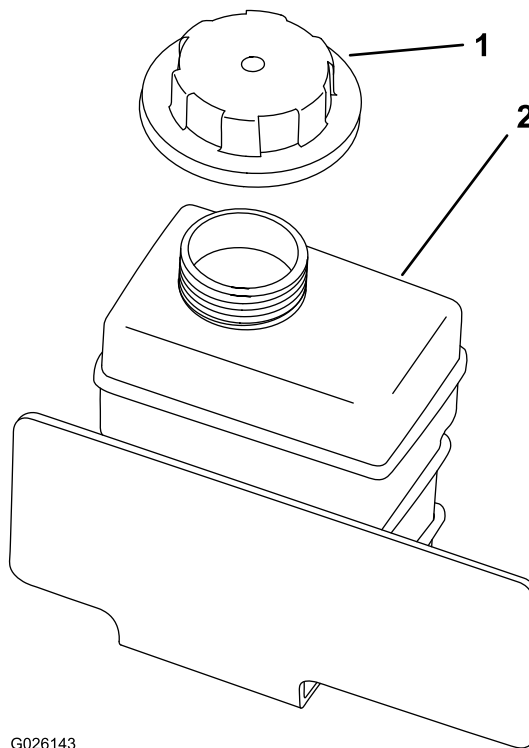

Figure 53
- Enlevez le bouchon du vase d'expansion (Figure 53).
- Remplissez lentement le vase d'expansion jusqu'à ce que le niveau atteigne la base du goulot de remplissage (Figure 53).
- Remettez en place le bouchon du vase d'expansion (Figure 53).